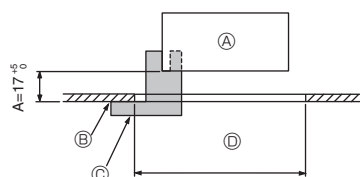
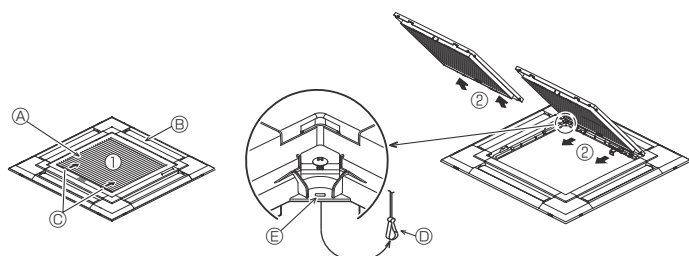
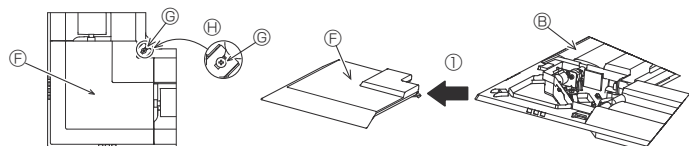

Fig. 9-2
Fig. 9-3
Fig. 9-4
①	Grille	1	950 × 950 (mm)
②	Modello per l'installazione	1	(Diviso in 4 parti)
③	Telecomando senza fili	1	Per PLP-6EALM2
④	Supporto del telecomando	1	Incluso se è in dotazione il telecomando wireless. *
⑤	Batterie AA LR6	2	Incluso se è in dotazione il telecomando wireless. *
⑥	Viti autofilettanti da 3,5 × 16	2	Incluso se è in dotazione il telecomando wireless. *
9.2. Preparazione dell'attacco della griglia (Fig. 9-2)
- Utilizzando il modello ② fornito con questo kit, regolare e controllare la posizione dell'unità principale rispetto alla superficie del soffitto. Se l'unità principale non è posizionata correttamente rispetto alla superficie del soffitto, potrebbero derivarne perdite d'aria o la formazione di condensa.
- ① Unità principale
- ② Superficie del soffitto
- ③ Modello per l'installazione ② (inserito nell'unità principale)
- ④ Dimensioni apertura a soffitto
9.2.1. Rimozione della griglia di ingresso (Fig. 9-3)
- Far scorrere le leve nella direzione indicata dalla freccia ① per aprire la griglia di ingresso stessa.
- Con la griglia di ingresso in posizione "aperta", rimuovere la cerniera della griglia stessa, come indicato dalla freccia ②.
9.2.2. Rimozione del pannello angolare (Fig. 9-4)
- Allentare le 4 viti nell'angolo. Far scorrere il pannello angolare nella direzione della freccia ① in figura e rimuovere il pannello.
[Fig. 9-3] [Fig. 9-4]